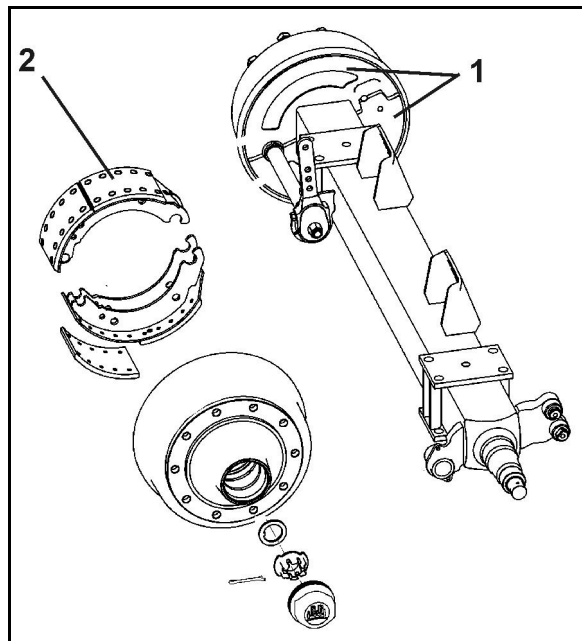

Fig. 137
1. Desaparafusar as duas chapas de cobertura (Fig. 137/1) no lado interior do tambor do travão.
A sujidade infiltrada poderá depositar-se nas pastilhas dos travões (Fig. 137/2), agravando consideravelmente a eficiência de travagem.